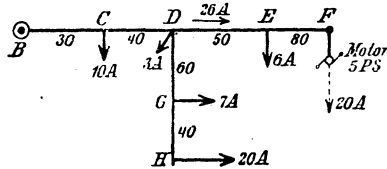

Abb. 267. Verteilungsleitung mit Stichleitung zu Aufgabe 330.
330. Einer Verteilungsleitung wird im Punkt B Strom zugeführt, der in den Punkten C, D, E, F in der in Abb. 267 eingezeichneten Stärke entnommen wird. Außerdem zweigt in D die Verteilungsleitung \overline{DH} , auch Stichleitung genannt, mit ihren Stromabnahmestellen G und H ab. Welchen Querschnitt erhalten die beiden Leitungen \overline{BF} und \overline{DH} , wenn die Netzspannung 225 V und der Spannungsverlust $\delta_{\max} = 6 \text{ V}$ beträgt.
was in Abb. 267 bei F angeschrieben steht. Mit diesen Werten wird nach (IV)
Abb. 267 a. Erläuterung zu Aufgabe 330.